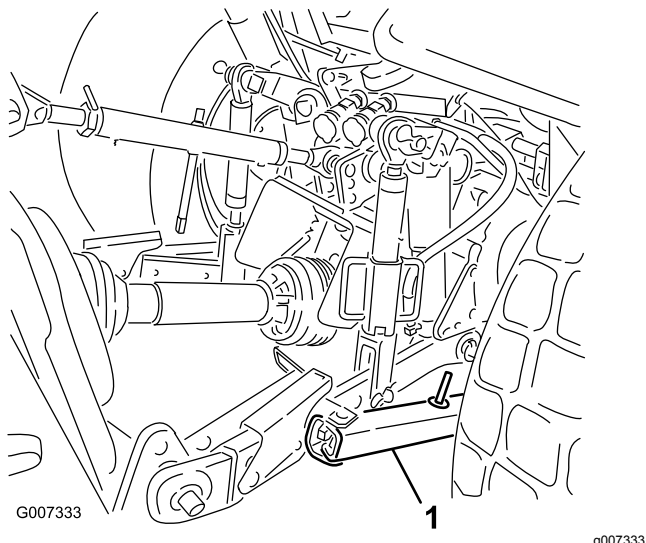

Figura 28
1. Ajuste los tensores laterales de los brazos de elevación inferiores para minimizar el movimiento lateral a 25 mm como máximo a cada lado (Figura 28).